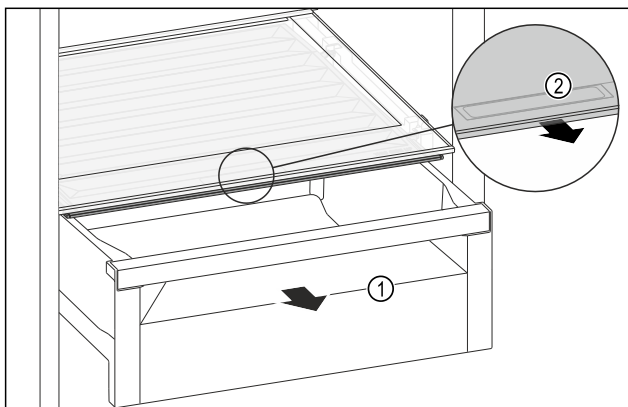

Fig. 193
- ▶ Извлеките выдвижной ящик Fig. 193 (1).
- ▶ Возьмитесь за утопленную ручку Fig. 193 (2) на крышке отделения и одновременно потяните крышку отделения вперед.